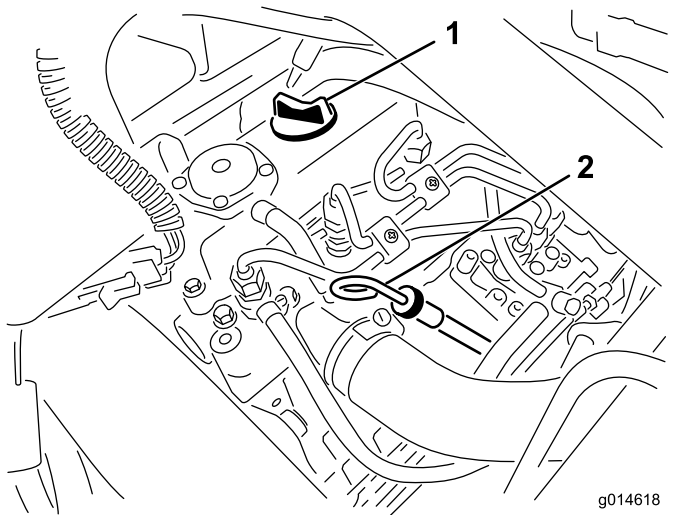

Bild 31
2. Nehmen Sie den Peilstab heraus und wischen Sie ihn mit einem sauberen Lappen ab (Bild 31).